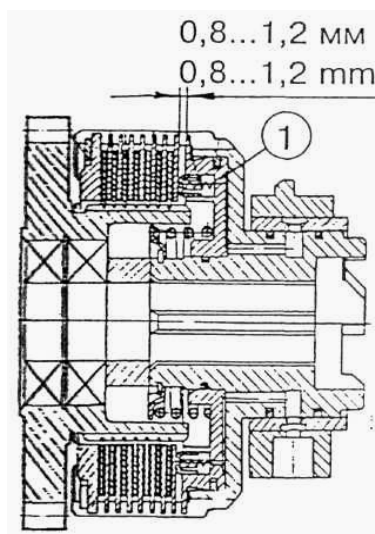

Рисунок 5.62
2) подберите толщину пакета фрикционных дисков так, чтобы ход поршня (1) (**рисунок 5.62**) составил 0,8...1,2 мм;